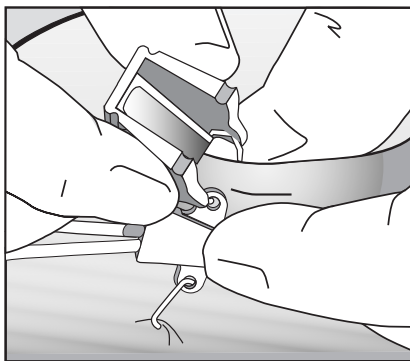

Figura 1
2. Passe o ponto doagrafo através do orifício do eixo de sutura do cateter (consulte a Figura 1).